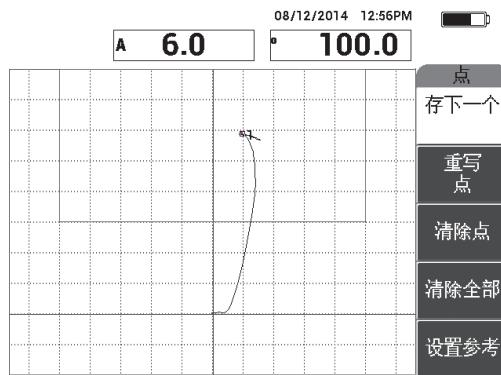

图 6-48 记录的第一个点
6. 按**存下一个** (A 键)，记录第一个点（参见第 146 页的图 6-48）。